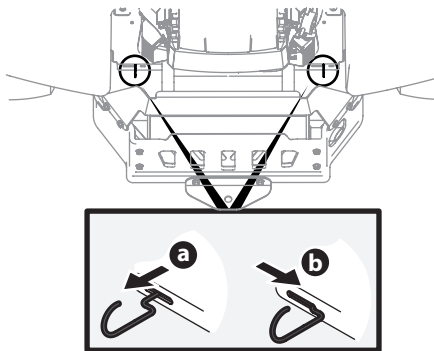

Figura 2-1
1. Enganche las varillas de derivación de la transmisión, una a cada lado del tractor, para mover el tractor manualmente sin ponerlo en marcha. Las varillas de derivación de la transmisión están ubicadas en la parte trasera del tractor, justo en el interior de las ruedas traseras. Enganche las varillas de derivación tirando de cada una hacia afuera (a) y hacia la derecha (b) para trabarlas en su lugar. Consulte Figura 2-1.
2. Después de mover el tractor, desenganche las varillas de derivación invirtiendo los pasos a y b. Consulte Figura 2-1.